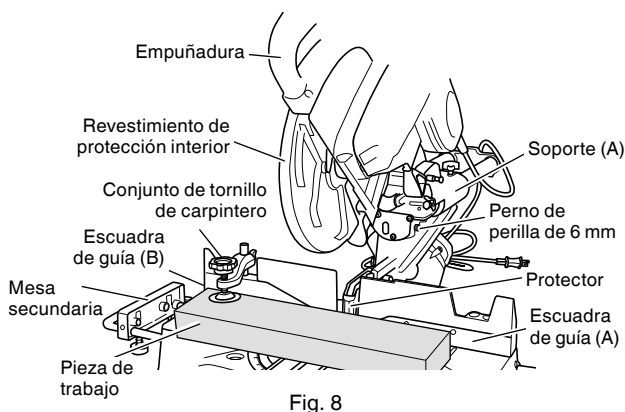

Fig. 8
El soporte (A) posee un protector (consulte Fig. 8) en el que habrá que cortar una ranura al utilizar la herramienta por primera vez. Afloje el perno de perilla de 6 mm para retraer ligeramente el protector.